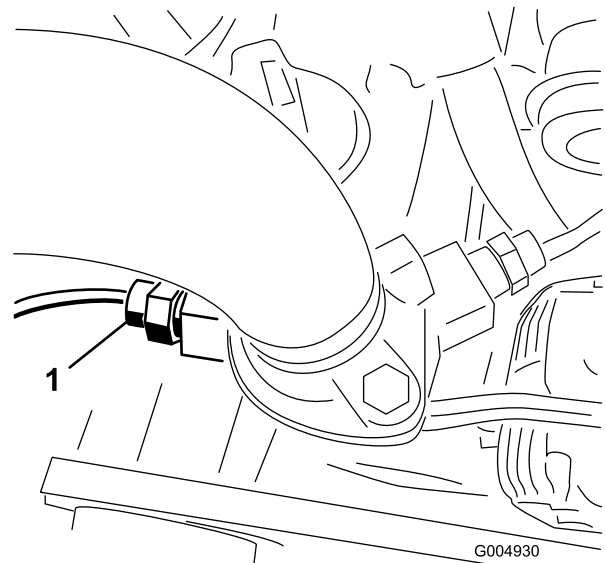

Figura 15
2. Scollegate il filo e rimuovete l'interruttore del sistema termico dal lato sinistro dell'alloggiamento del termostato del motore (Figura 15). Eliminate l'interruttore.